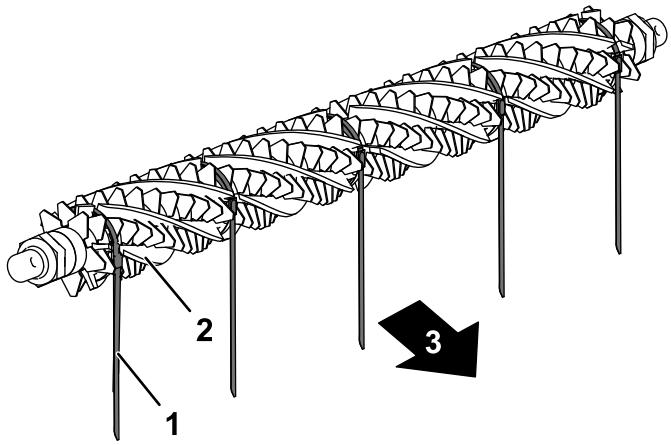

图17
3. 从疏草刀滚刀的一侧，将刷子滑入整个疏草刀滚刀上的每条凹槽（图17）。
**重要事项：** 篦带必须以主要旋转方向，绕着疏草刀刀片和刷子组件缠绕。图17 中所示为用于正向旋转安装的篦带。